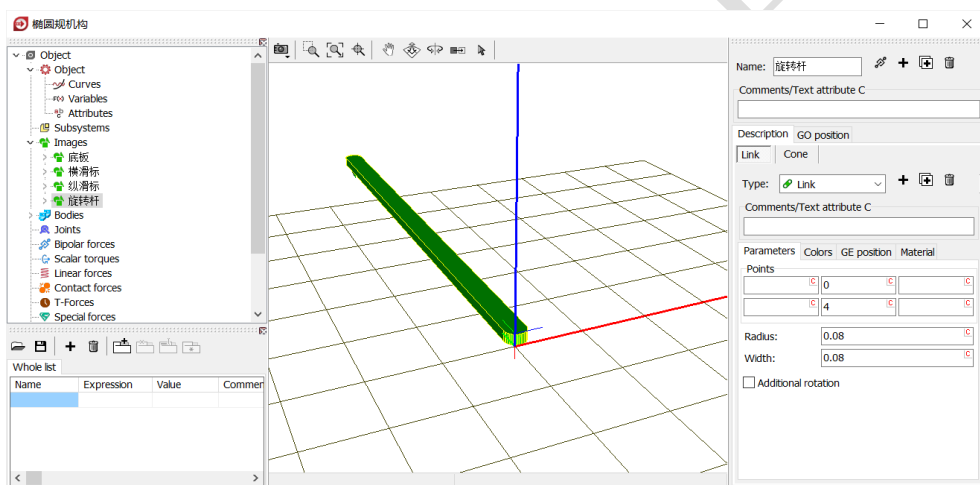

图 2-72
- 4) 选择主菜单 **Edit** → **Read from file**, 依次读入 “**D:\UM 培训教程\几何素材\椭圆规模型**” 文件夹下的 **底板.img**、**横滑标.img**、**纵滑标.img** 和 **旋转杆.img** 四个几何图形, 如图 2-72。